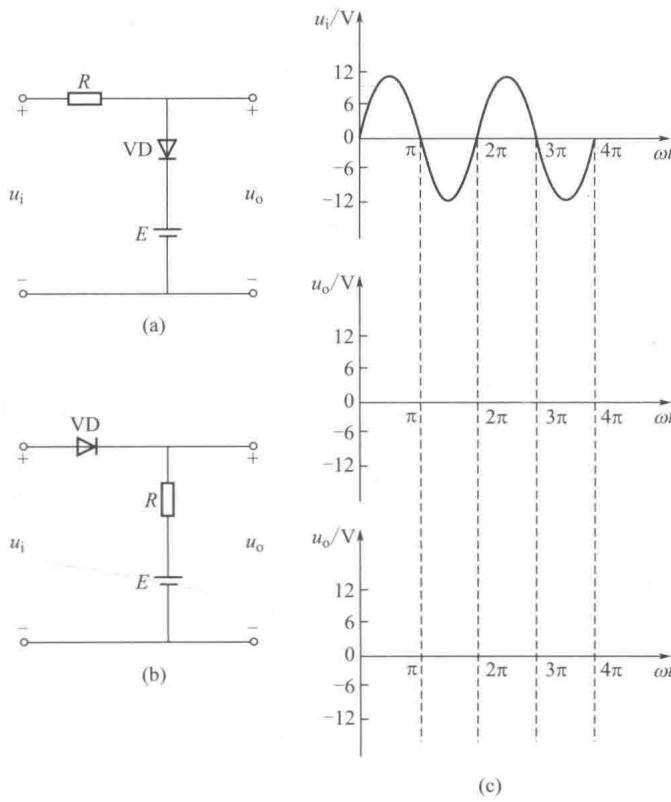

图 1-5
2. 电路如图 1-5(a) 和 (b) 所示, 设  $E=6V$ ,  $u_i=12\sin\omega t$  V, 二极管的正向压降忽略不计。试在图 (c) 中分别画出  $u_o$  的波形。